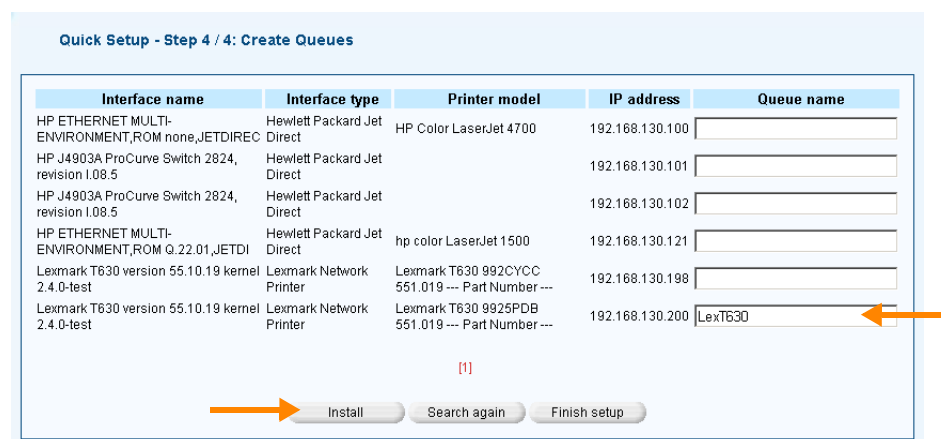

Bild 8 Drucker-Queue-Namen bestimmen und mit INSTALL bestätigen
10. Bestätigen Sie die Meldung über die Anzahl der gefundenen Drucker mit Ok. Die Liste der gefundenen Drucker erscheint (Bild 8).